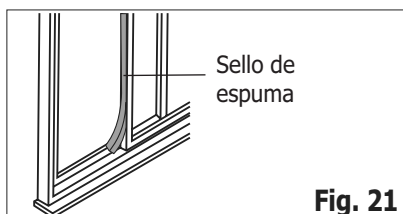

Fig. 21
6. Corte el sello de espuma a un largo apropiado y selle el espacio abierto entre el marco deslizable y la parte externa del marco de la ventana, como se muestra en Fig.21.